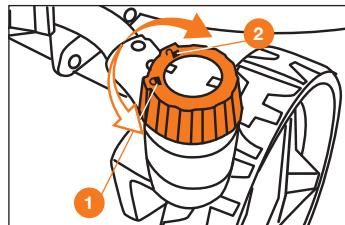

Рис. 12
Газонокосилка оборудована передними поворотными колесами, что значительно увеличивает маневренность и снижает угол поворота облегчая проведение работ на участках с большим количеством насаждений, дорожек или других препятствий. Для возможности проведения работ на больших участках колеса снабжены стопорами механизма поворота. Для активации этой функции поверните рукоятку на колесе в положение «ЗАКРЫТО» ①. Для возврата возможности поворотного вращения колеса, верните рукоятку в положение «ОТКРЫТО» ② (Рис. 12).